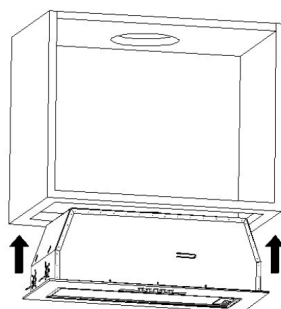

Рис. 3
2. Покладіть витяжку в шафу і переконайтеся, що кріпильні застібки вийшли і зафіксувалися на шафі перед тим, як відпустити. Потім за допомогою викрутки закрутіть чотири регульовальні гвинти проти годинникової стрілки окремо, поки панель витяжки не прилягатиме до шафи горизонтально, і переконайтеся, що витяжка закріплена. Див. рис. 3 і 4.